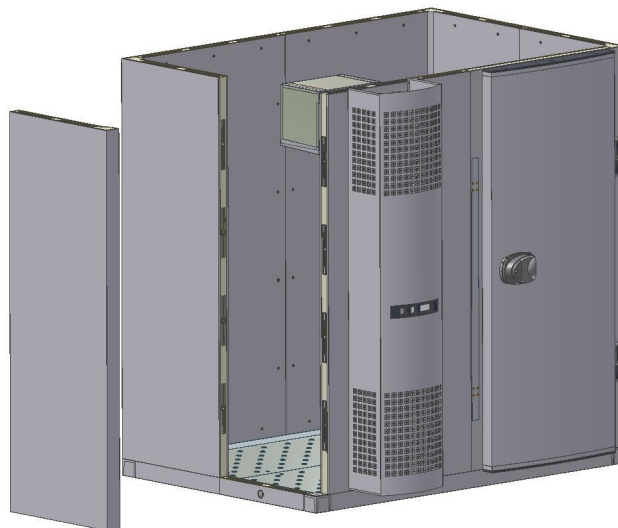

Abb. 5
- Die vertikale Wände (einschließlich der Wand des Türrahmens und der Wand der Gruppe), müssen aufgerichtet werden, so daß der letzte ein Winkelwand ist (Abb. 5).